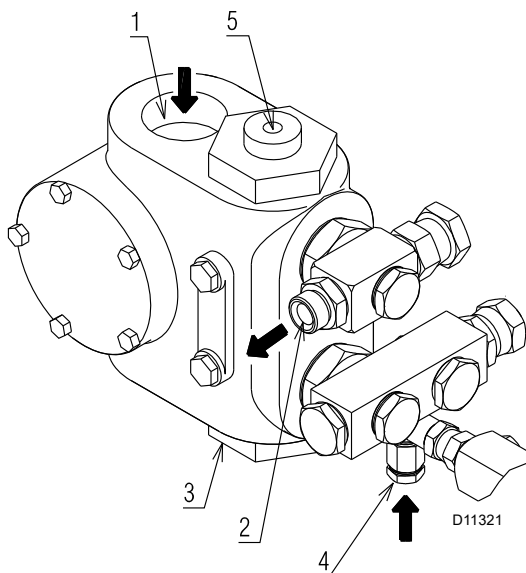

Abb. 21
Legende (Abb. 21)
- Damit sich die Pumpe (Abb. 21) selbst einschalten kann, muss die Schraube 4) gelockert werden, damit die Saugleitung entlüftet wird.
Falls die Pumpe geleert wurde, muss sie vor dem Anfahren über den Stopfen des Vakuummeters 4)(Abb. 21) mit Brennstoff gefüllt werden, andernfalls kommt es zum Festfressen.